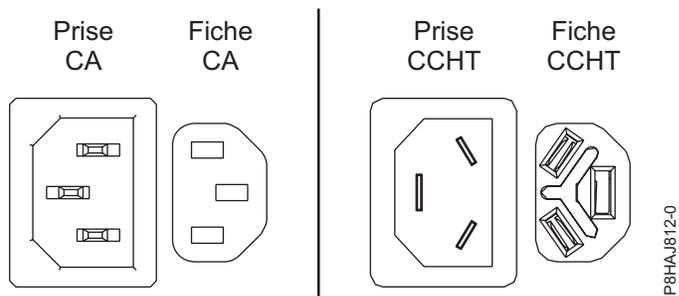
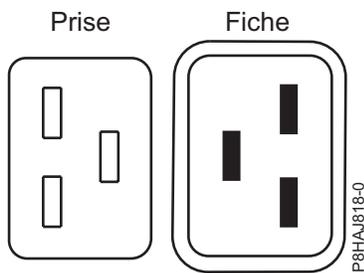
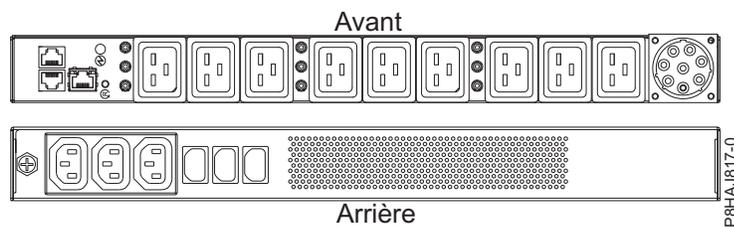

Figure 117. Connecteurs CA et CCHT
Figure 118. Connecteurs pour le système 8408-44E
Figure 119. Unité d'alimentation pour le système 8408-44E
La figure 117 représente les connecteurs pour courant alternatif (CA) et courant continu haute tension (CCHT) pris en charge. Les figure 118 et figure 119 illustrent les connecteurs et l'unité d'alimentation (PDU) pris en charge pour le système 8408-44E.